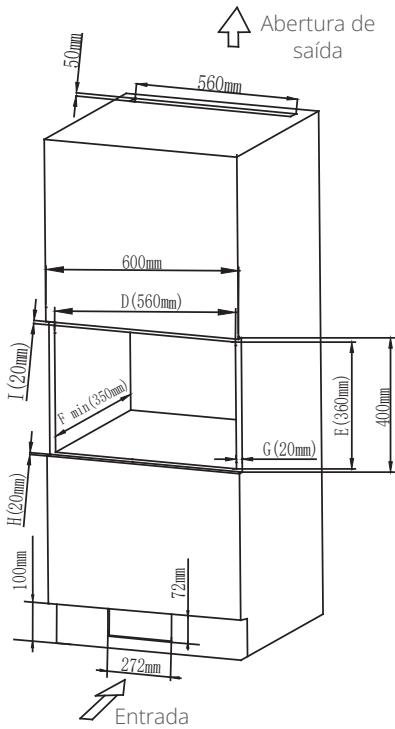

Fig.5
Tamanho da abertura: (D) 560 ± 2 x (E) 360 ± 2 x (F) 550 ± 2 (mm) como ilustrado na Fig. 5 em "D","E","F".